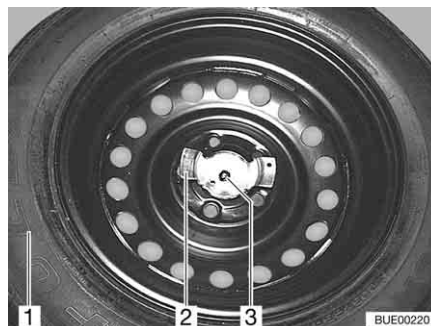

Fig. 223 Fissaggio della ruota di scorta
- Svitare i due dadi (Fig. 223,2 e 3).
- Rimuovere la ruota di scorta (Fig. 223,1) dal relativo supporto.